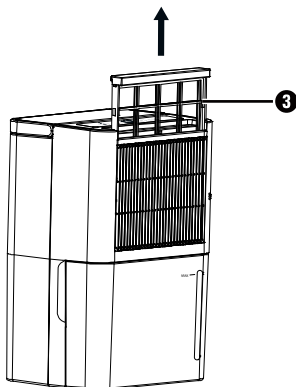

Fig. 6
- ◆ Opriți aparatul și scoateți ștecărul ❷ din priză.
- ◆ Filtrul de aer ❸ se află în spatele grilei de admisie a aerului ❷. Prindeți cu degetele marginea de prindere a filtrului de aer ❸ și trageți-l în sus din aparat (a se vedea fig. 6).